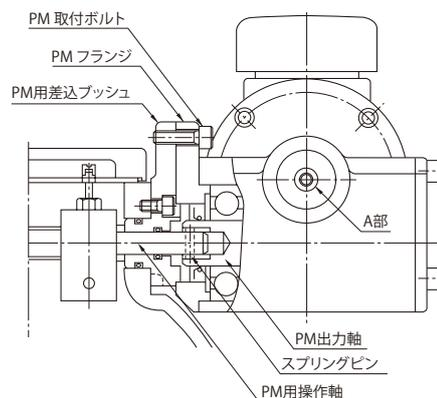

図 7-3 ウォームギヤ方式パイロットモータ構造図
- ・手動変速が必要な場合は、パイロットモータの電源を切ってから図 7-3 A 部の六角穴付ボルト (M6) を六角棒レンチ (呼び寸法 5mm) で回すことによって、変速することができます。